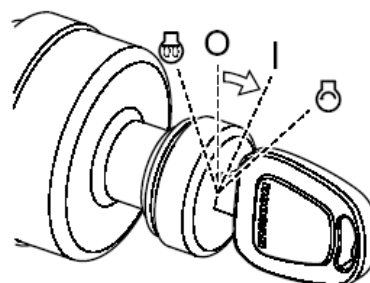

Рис. 5
5. Повернуть стартер в положение запуска "S" (START), (рис. 5). Двигатель должен запуститься приблизительно через 5 секунд.
6. После того, как двигатель запущен, отпустить ключ. Ключ вернется в положение "I" (Включен), (Рис. 5).